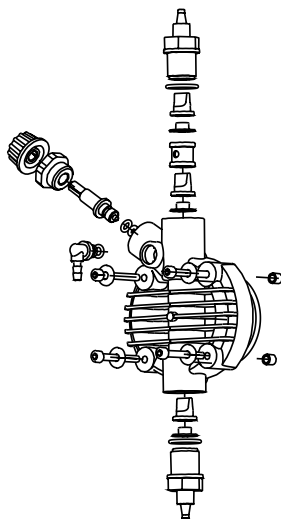

Fig. 11
2. Controllare almeno ogni 6 mesi il funzionamento della pompa, la tenuta delle viti e delle guarnizioni, per liquidi particolarmente aggressivi effettuare controlli anche più frequenti, controllare in particolare la concentrazione dell'additivo nell'impianto; una riduzione di tale concentrazione potrebbe essere determinata dalla usura delle valvole (che in tal caso vanno sostituite facendo attenzione nel rimontarle come in Fig. 11) o dall'intasamento del filtro che va pulito come al successivo punto 3.
Per effettuare questa operazione, se l'apparecchiatura non è fissata all'impianto si può farla pulsare per pochi secondi (15-30) tenendola capovolta e senza tubetti collegati ai raccordi, se ciò è impossibile smontare e rimontare il corpo pompa (Fig. 11), utilizzando le quattro viti di fissaggio.